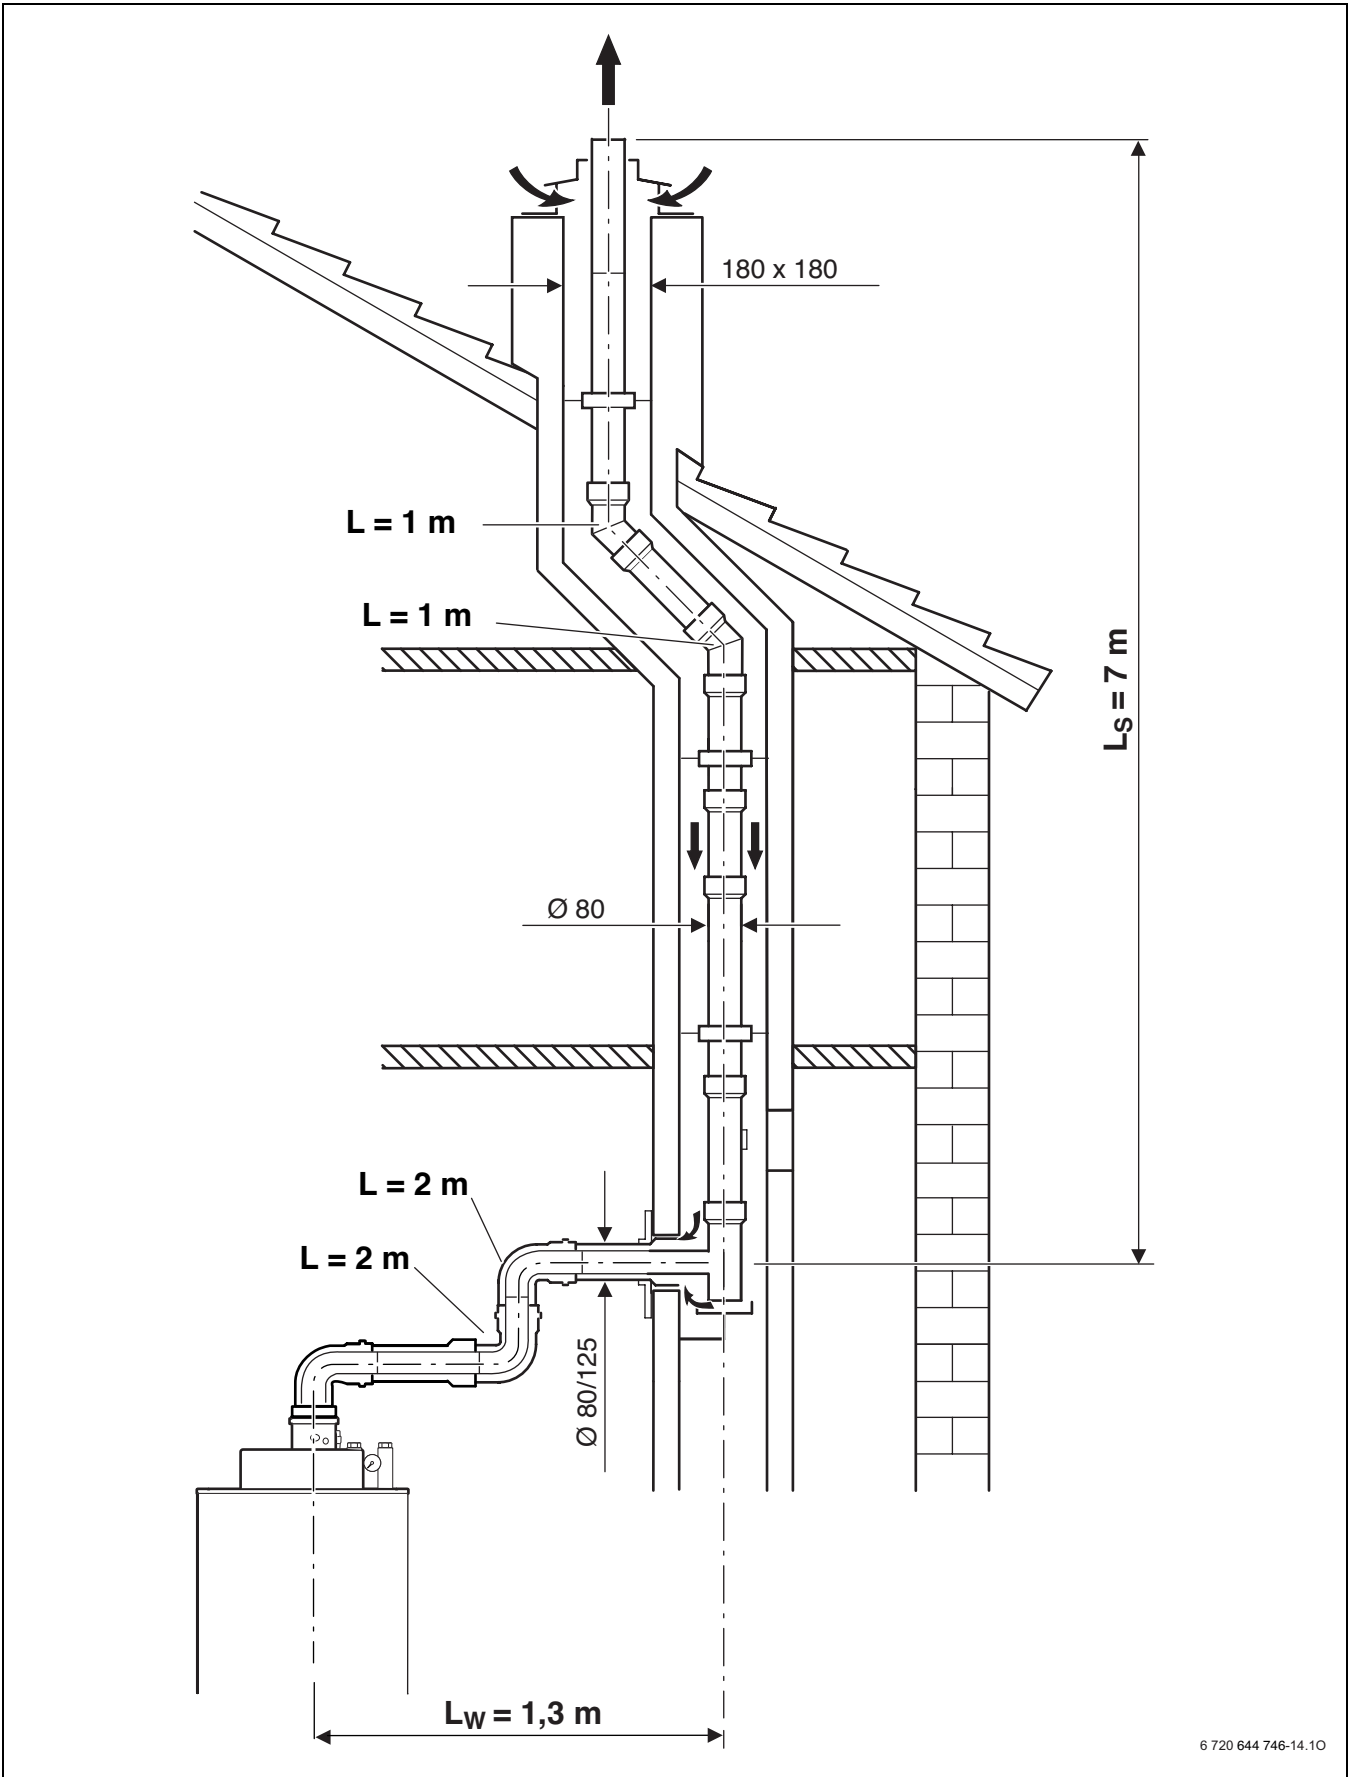

Bild 21 Beispiel Abgasrohlängen
5.3 Beispiel zur Berechnung der Abgasrohrlängen (Bild 21)